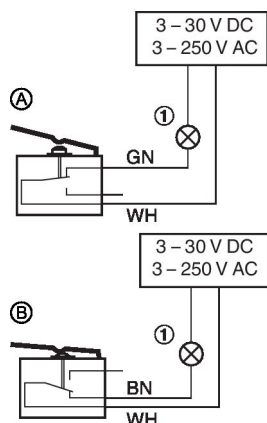

Fig. 9: Kabling av endebryter, eksempel
- Endebryter må kobles til i henhold til kablingseksemplene Fig. 9